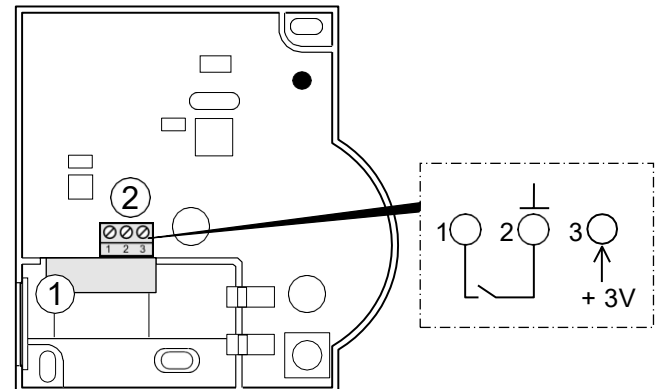

Abb. 7: Anschluss der externen Stromquelle (nur HCW 82)
- Führen Sie das Ausgangskabel des Netzteils durch die Gehäuseöffnung (1) (siehe Abb. 7) nach innen.
- Schließen Sie das Ausgangskabel an der Klemme (2) (siehe Abb. 7) an.
- Schließen Sie einen beliebigen Sensor mit potenzialfreiem Kontakt an den HCW 82 an (Installation an Anschluss 1 und Anschluss 2, siehe Abb. 7 (2), Seite 5).